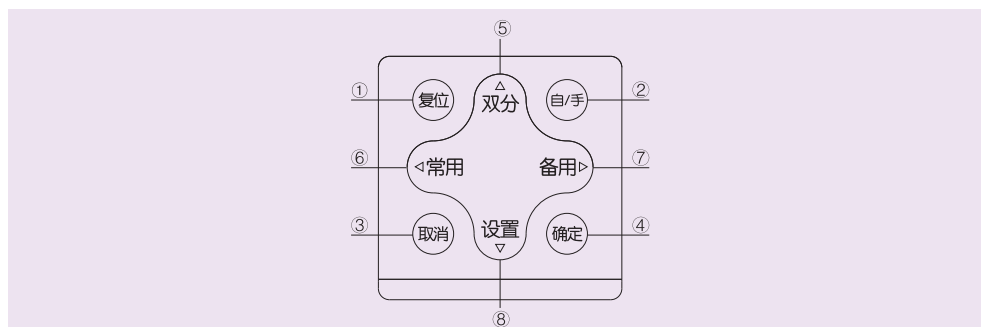

图1 控制器按键
5.4.1智能控制器键盘介绍，如图1：
①控制器复位按钮：当遇到控制器死机或内部程序执行错误导致控制器无法正常工作，可按此按钮，刷新程序，此时控制器各设置参数均保留复位前状态。